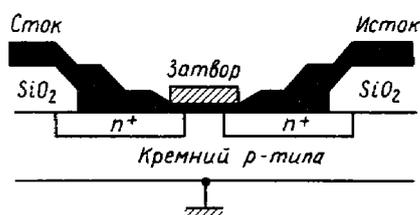

Рис. 1. Полевой МОП-транзистор с индуцированным  $n$ -каналом
10. Полевой МОП-транзистор с индуцированным  $n$ -каналом, изображенный на рис. 1 изготовлен на подложке с концентрацией примесей  $N_a = 10^{15} \text{ см}^{-3}$ . Путем имплантации атомов бора концентрация доводится до  $N_a = 2 \cdot 10^{16} \text{ см}^{-3}$ ; на границе канала в результате диффузии устанавливается концентрация акцепторной примеси  $N_a \approx 10^{17} \text{ см}^{-3}$ . Толщина слоя подзатворного диэлектрика 0,1 мкм. Вычислите пороговое напряжение и обсудите полученный результат.